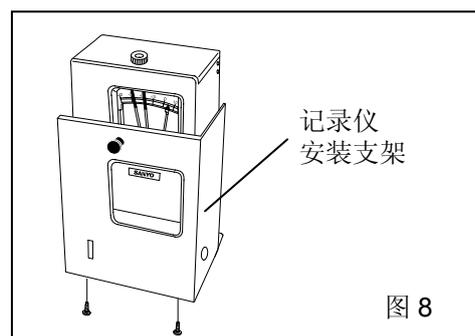

图 8
3. 按照记录仪安装支架附带的说明书，将自动温度记录仪 (MTR-4015LH) 装入记录仪安装支架 (MPR-S30:选配件) (图 8)。